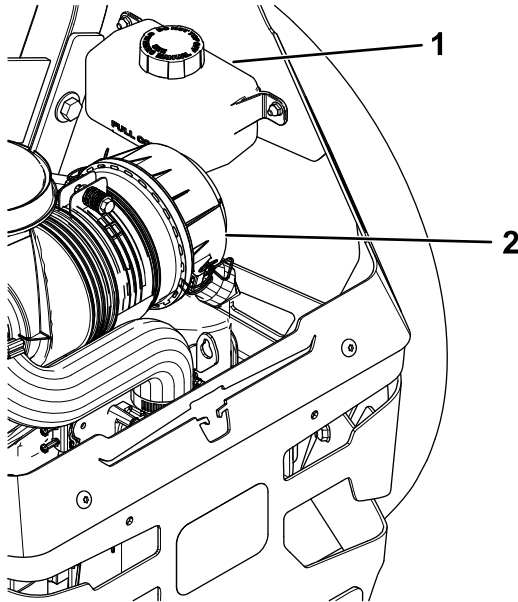

Figure 83
2. Vérifiez le niveau dans le vase d'expansion et faites l'appoint d'huile Toro® HYPR-OIL™ 500 au besoin pour faire monter le niveau jusqu'au repère maximum à froid (FULL COLD) (Figure 83).